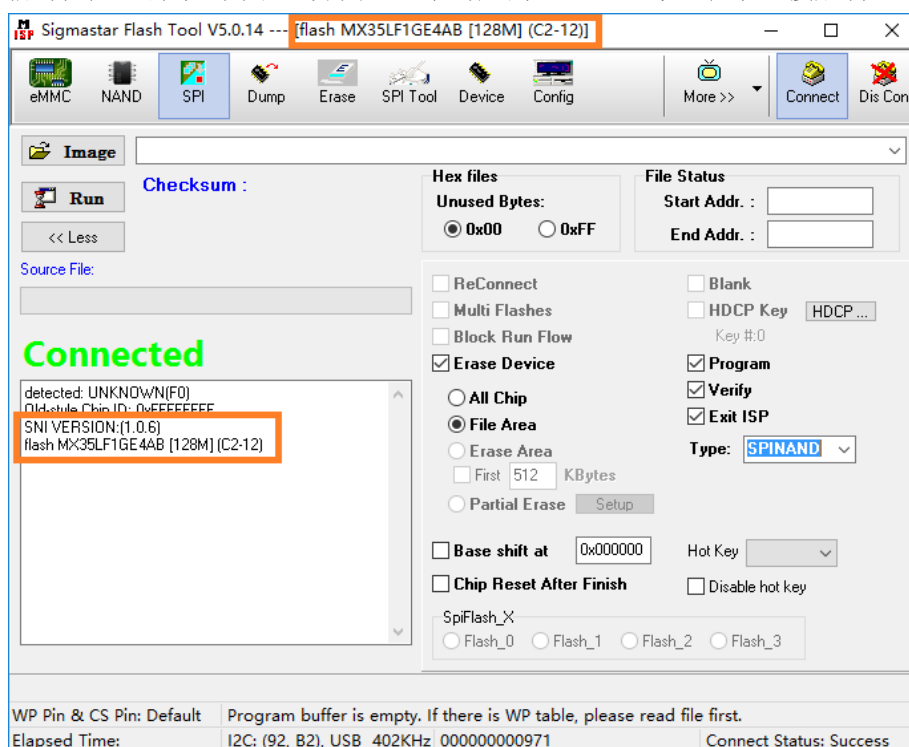

图 16
Step 5: 连接成功时，出现如下图 16 界面，显示对应的 Flash 型号，表示连接成功。